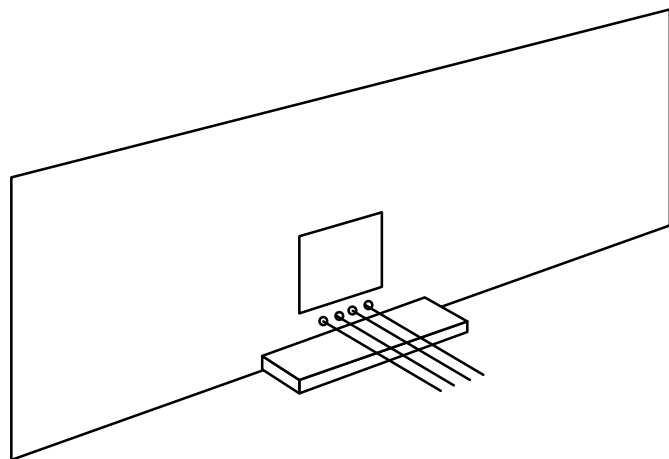

Figura 5-16
- Instale los cuatro pedazos de cable desnudo en la parte inferior de la PCI del panel frontal utilizando las pistas de soldadura de los cuatro agujeros situados debajo del hueco rectangular (Figura 5-16).